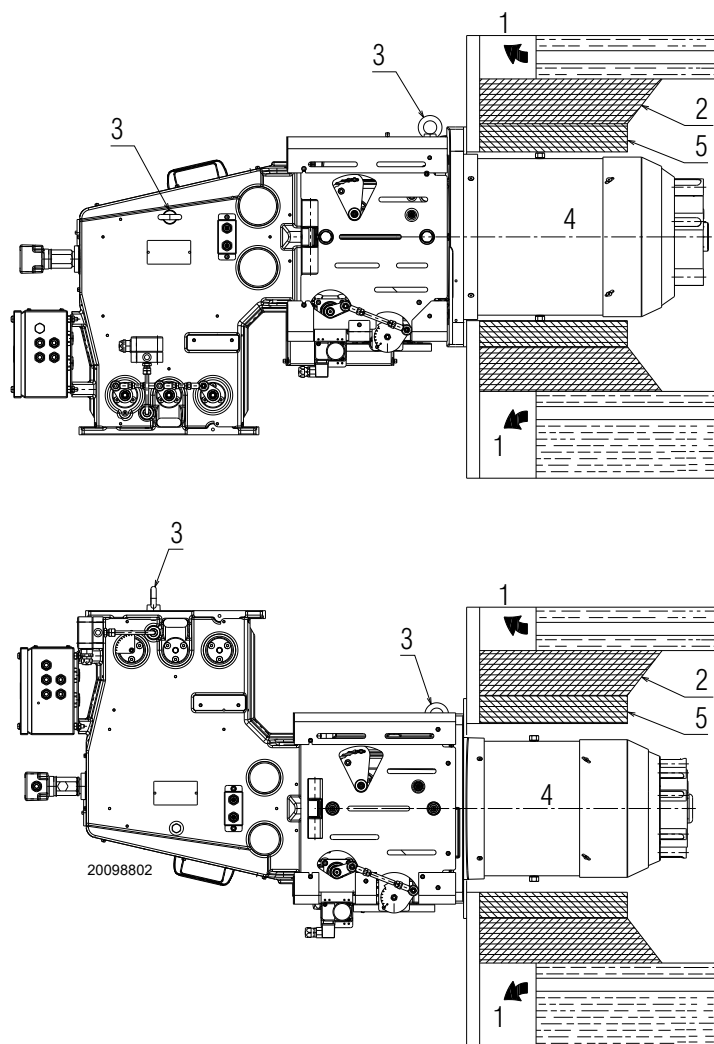

Fig. 15
La protezione deve consentire al boccaglio di essere estratto. Per le caldaie con il frontale raffreddato ad acqua non è necessario il rivestimento refrattario 2)-5)(Fig. 15), se non vi è espressa richiesta del costruttore della caldaia.
- Predisporre un adeguato sistema di sollevamento agganciandosi agli anelli 3)(Fig. 15).